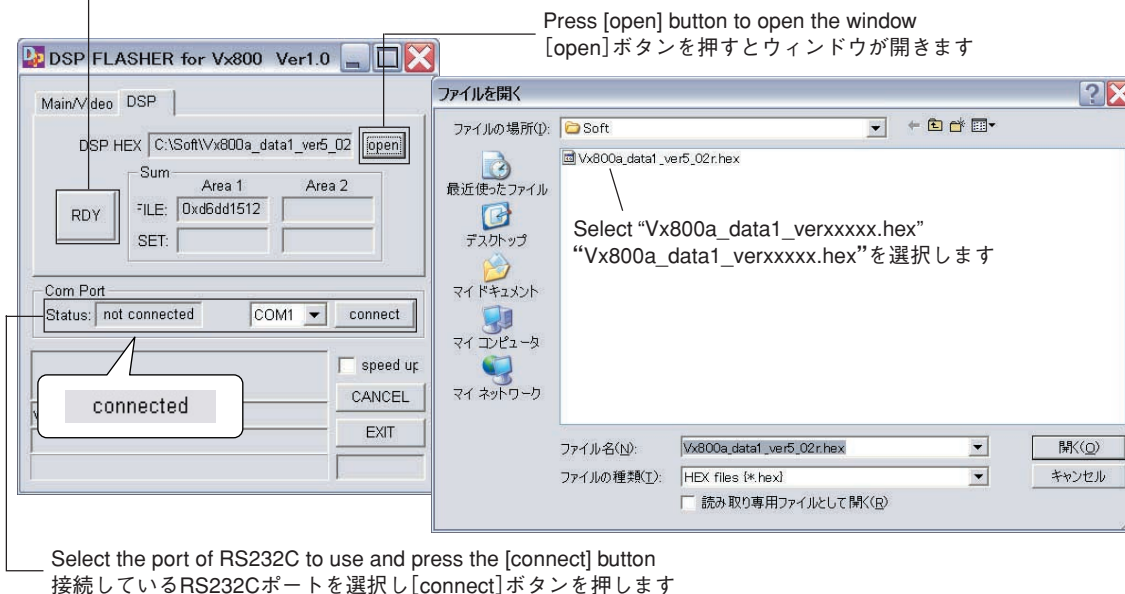

Fig. 11
3. Select the RS232C port (COMx) being set on the PC side and press the [connect] button, and <connected> appears as [Com Port Status]. (Fig. 11)
4. Press the [open] button and select “Vx800a\_data 1\_verxxxxx.hex”. (Fig. 11)
3. PC側で設定されているRS232Cポート (COMx) を選択し [connect] ボタンを押します。(Fig. 11)
4. [open] ボタンを押し、「Vx800a\_data1\_verxxxxx.hex」を選択します。(Fig. 11)
5. Press the [RDY] button. (Fig. 11)
5. [RDY] ボタンを押します。(Fig. 11)